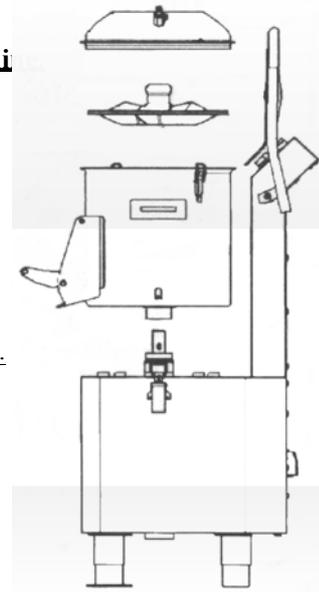

Abb. 11
- Montieren Sie die Maschine gemäß Abb. 11 oder unter Aufsicht qualifizierten Personals.